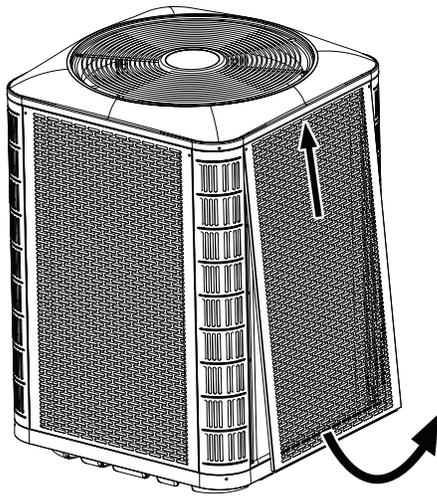
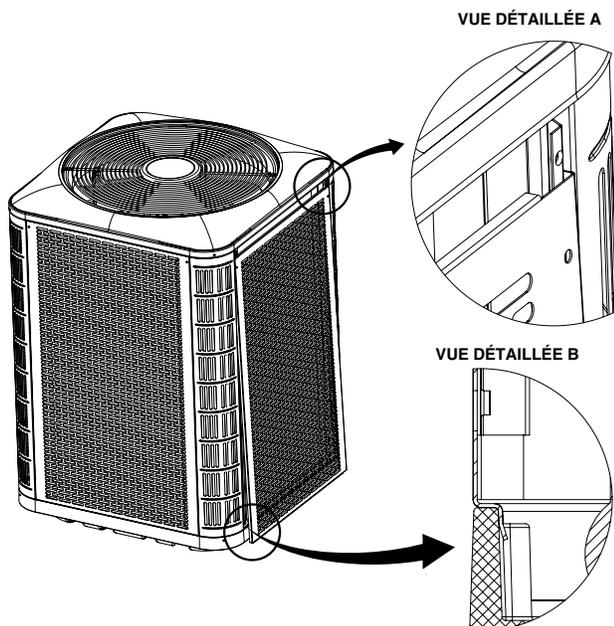

Figure 2. Désassemblage du panneau
Figure 3. Installation du panneau
- Pour accéder aux composantes internes de l'appareil, consultez la Figure 2, \(page 7\) pour désassembler le panneau et la Figure 3, \(page 7\) pour installer le panneau.
2. Glissez le panneau vers le haut et le bac supérieur pour dégager la bride inférieure du bac inférieur. Voyez la Figure 2.
1. Insérez les coins supérieurs des brides latérales du panneau dans les rainures du montant de coin, tel que montré au Détail A de la Figure 3.